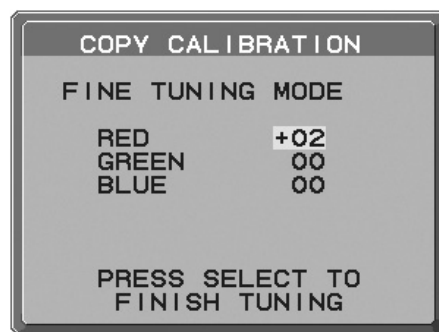

Рисунок 13
- Когда появится сообщение “FINE TUNING MODE” (РЕЖИМ ТОЧНОЙ РЕГУЛИРОВКИ) (**Рисунок 13**), нажмите кнопку “SELECT”; если калибровка успешно завершена. Если калибровка имеет неудовлетворительные результаты, возможны два варианта: